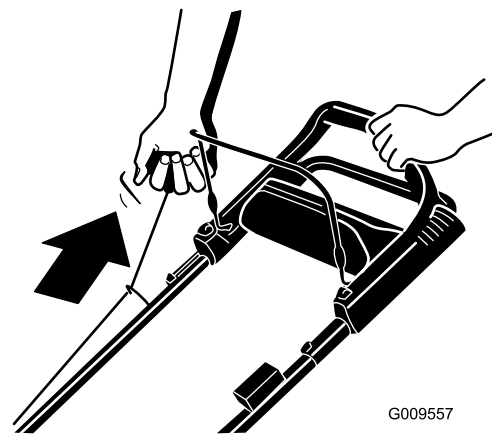

Figura 14
**Nota:** Puede arrancar el motor desde la posición de operación (Figura 14) o en el motor (con la cuerda de arranque sacada de la guía de la cuerda).